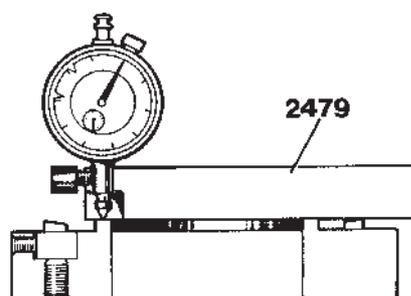

Fig. 44. Mise à zéro du comparateur à cadran
2. Monter un comparateur à cadran dans le support 2479 et le placer sur l'épaulement en forme de bague de l'outil de fraisage (figure 44). Mettre le comparateur à cadran à zéro contre l'épaulement.